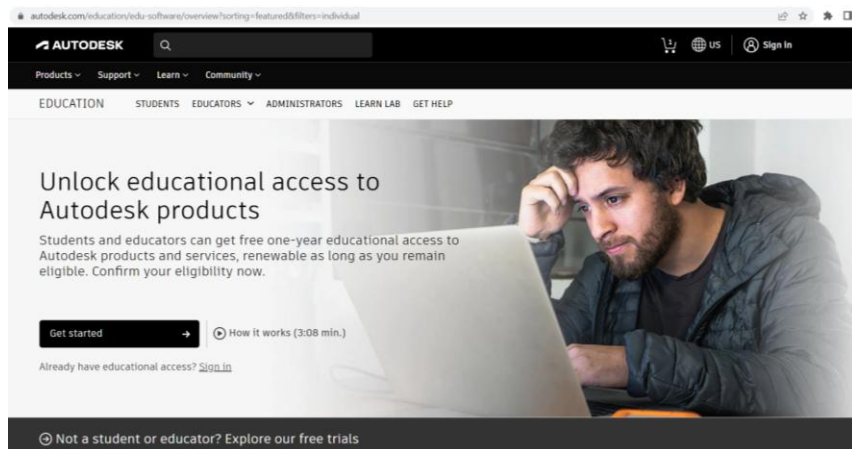

Рис. 1.1. Вигляд сторінки з сайту Autodesk у вкладці *Education*
1. Перейти на офіційний сайт Autodesk в розділ *Education* (рис. 1.1).